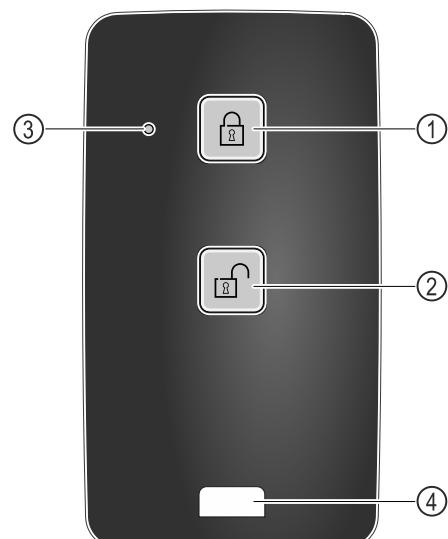

Fig. 210
- Нажмите кнопку Fig. 210 (1) на пульте дистанционного управления.
- Нажмите кнопку Fig. 210 (2) на пульте дистанционного управления.
- Светодиод состояния Fig. 210 (3) при нажатии на кнопку выдает оптический ответный сигнал.
- Проушина Fig. 210 (4) для закрепления пульта дистанционного управления, например, на связке ключей.